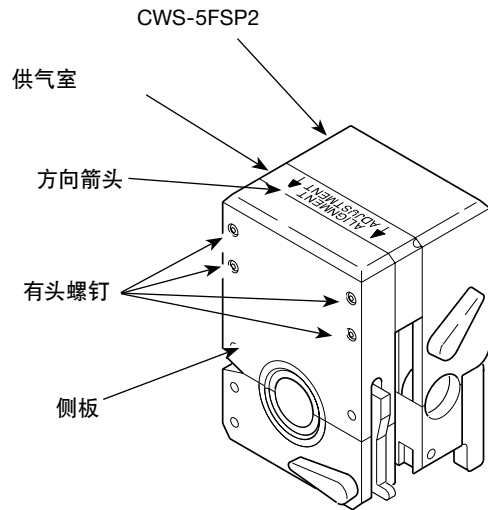

图 19 松开侧板
1. 翻转夹具块, 找到供气室的方向箭头。箭头指向可调侧板。参考图 19。
2. 使用随夹具提供的 3/32 in. 内六角扳手拧松可调侧板上的四个内六角头螺钉, 使可调侧板相对于供气室松动为止。参考图 19 来确定可调侧板。